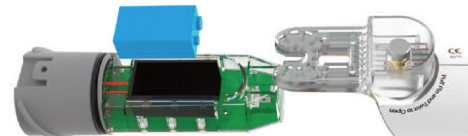

Figure 3
3. Retirer la pile existante et la remplacer par une pile neuve de 9 V. Lors de l'insertion de la pile dans le boîtier, s'assurer que la polarité est correcte. (Fig. 3)